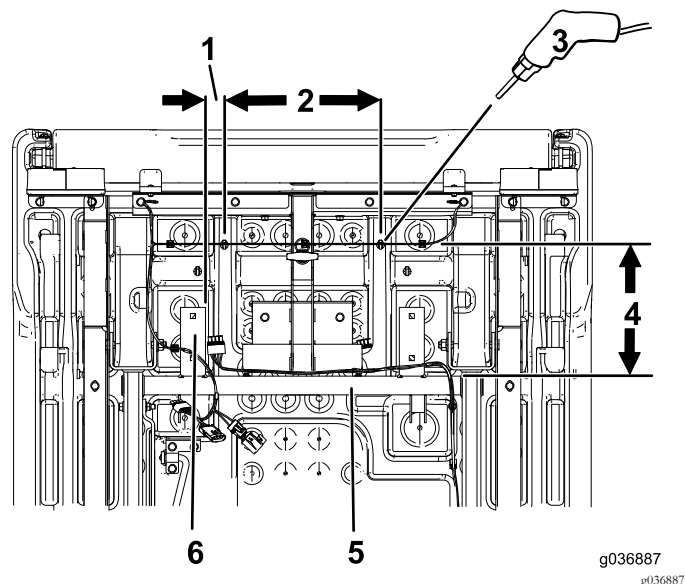

Рисунок 4
2. Под грузовым кузовом отмерьте 267 мм назад от края поперечной трубы рамы и 38 мм внутрь от края левого крепления поперечного стабилизатора и отметьте эти точки (Рисунок 4).
3. Просверлите два отверстия диаметром 6,35 мм в пластиковом грузовом кузове (Рисунок 4).
1. Под грузовым кузовом отмерьте 267 мм назад от края поперечной трубы рамы и 38 мм внутрь от края правого крепления поперечного стабилизатора и отметьте эти точки (Рисунок 4).